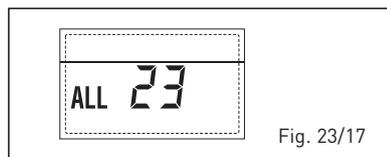

Fig. 23/17
- **ANOMALIE SONDE COLLECTEUR SOLAIRE (S1) "ALL 24"** (fig. 23/18)